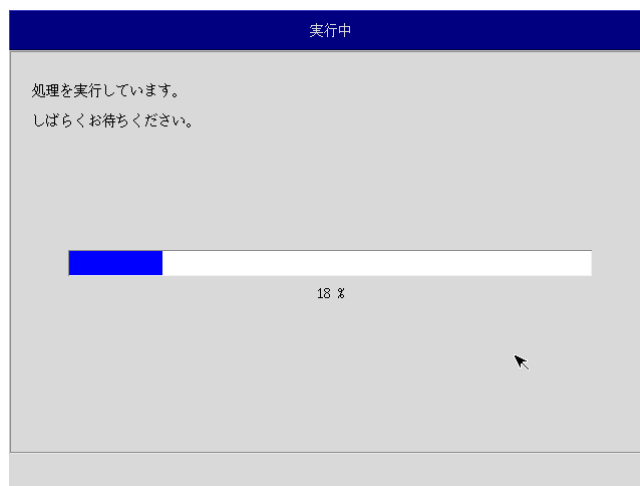
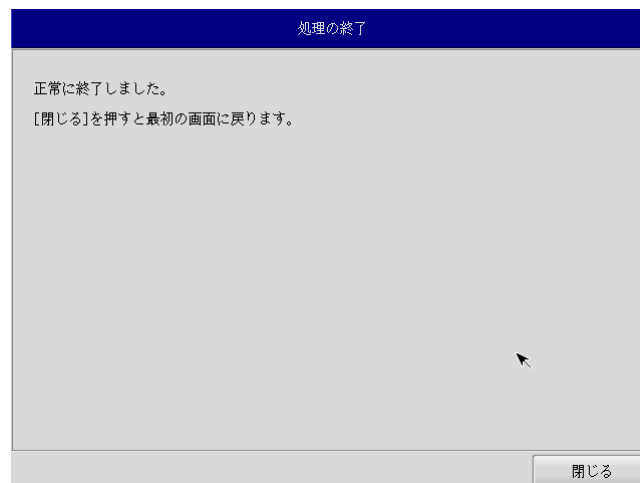

図 6-2-4. 実行中画面
図 6-2-5. 終了画面
- ⑧ 処理が始まります (図 6-2-4)。実行中は DVD ドライブを外したり、電源を落としたりしないでください。
- ⑨ 終了画面 (図 6-2-5) が表示されると工場出荷イメージの書き込みは完了です。電源を落として DVD ドライブを外します。処理が始まります (図 6-2-4)。実行中は DVD ドライブを外したり、電源を落としたりしないでください。